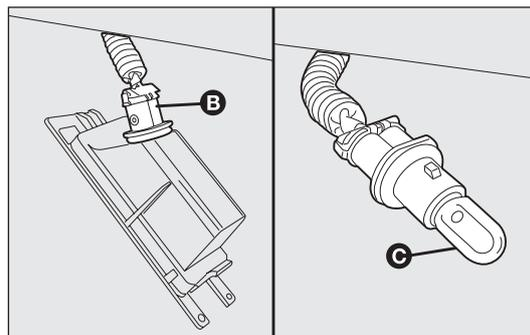

fig. 161
- ❑ ruotare il portalamпада B-fig. 161 in senso antiorario, quindi sfilare la lampada C.